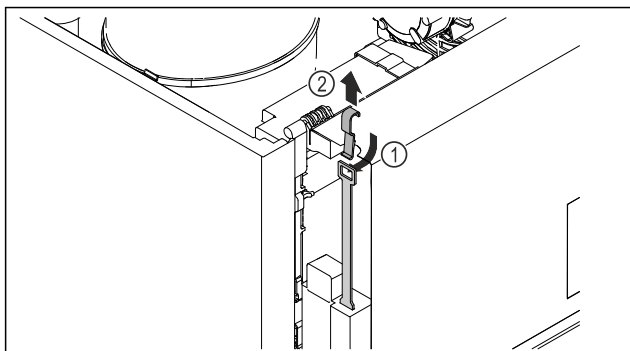

Fig. 248
- ▶ Lükake avariilahtilukustusvõti Fig. 248 (1) ülalt sisse, haakige lukku ja tõmmake ülespoole Fig. 248 (2).